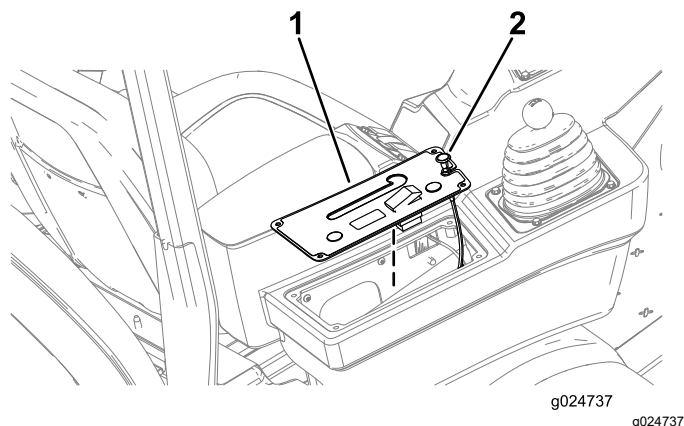

Bild 14
3. Heben Sie die Armaturenbrettabdeckung und den Chokehebel an (Bild 14).